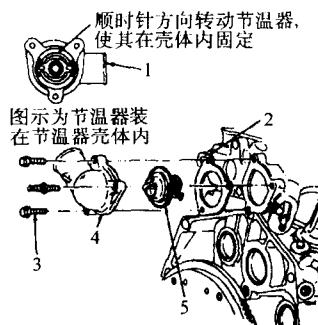

图 1-10 节温器及其相关机件——3.0L 发动机
- 6) 将节温器壳体与节温器作为一个总成拆下，将节温器从节温器壳体中取出（见图 1-10）。